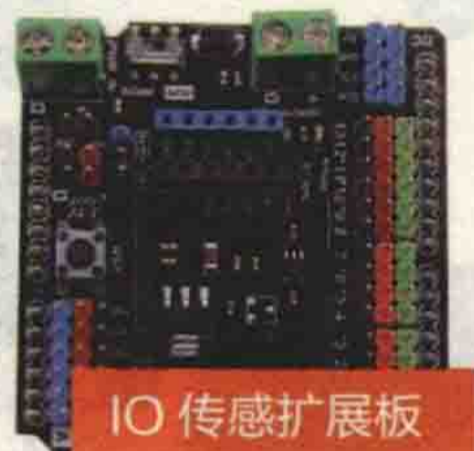

图 2.2
(1) 为每个引脚扩展出一组正负极供电接口，无需面包板即可轻松驱动元件。
(2) 为元件提供更大功率的电源输入（图 2.2 IO 传感扩展板中有两组绿色